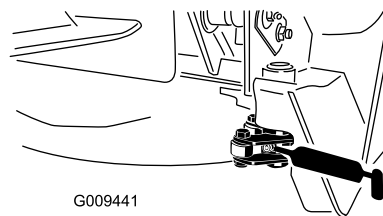

Рисунок 81
- Оси поворота защелок (2 шт.) (Рисунок 81)